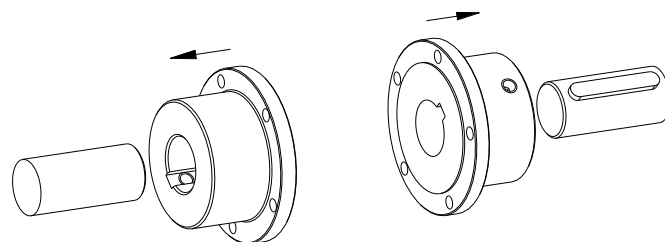

図 27: カップリングフランジの取付け
- カップリングフランジを駆動軸と従動軸に取付けて下さい。(図 27 をご参照)